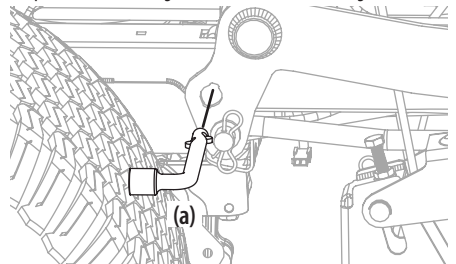

Figura 34
5. Utilice el pedal de elevación de la plataforma y la perilla de elevación de la plataforma para colocar la plataforma en su posición más baja y utilice la herramienta para usos múltiples (a) para bloquear los componentes de elevación de la plataforma en su lugar, como se muestra en la Figura 34.